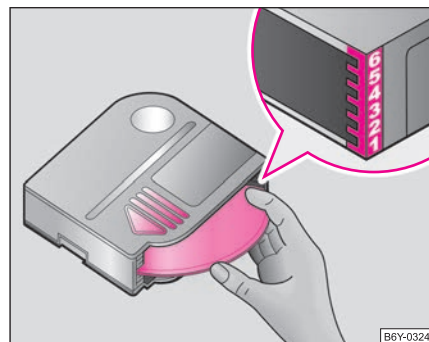

Abb. 100 Magazin mit CD laden
- Das Magazin mit der Pfeildarstellung nach oben bis zum Anschlag hineinschieben ⇒ Abb. 100. Die Pfeilspitze auf dem Magazin muss dabei zu dem Magazinschacht weisen.
- Magazin mit der Pfeildarstellung nach oben halten ⇒ Abb. 100.
- **CDs mit der Wiedergabeseite nach unten** einzeln in das Magazin einsetzen, bis sie mit einem Rastgeräusch einrasten. Beachten Sie die CD-Reihenfolge an der rechten Magazinseite ⇒ Seite 120, Abb. 100.